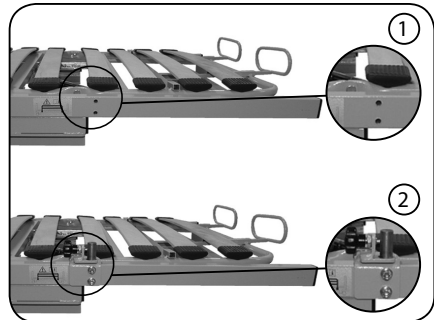

Abb. 6.5.02 - Montage Seitengitteraufnahme
2. Entfernen Sie die Verschlussstopfen aus den Gewindebohrungen des Längsrohres (bzw. aus dem montierten Verbindungsrohr der Liegeflächenverbreiterung). (Abbildung 6.5.02 (1))
3. Befestigen Sie die Seitengitteraufnahme mit den Zylinderkopfschrauben M8 x 16 mit Scheiben (bzw. M8 x 70 mit Scheiben bei montierter Liegeflächenverbreiterung) in den Gewindebohrungen an dem Liegeflächenrahmen. (Abbildung 6.5.02 (2))